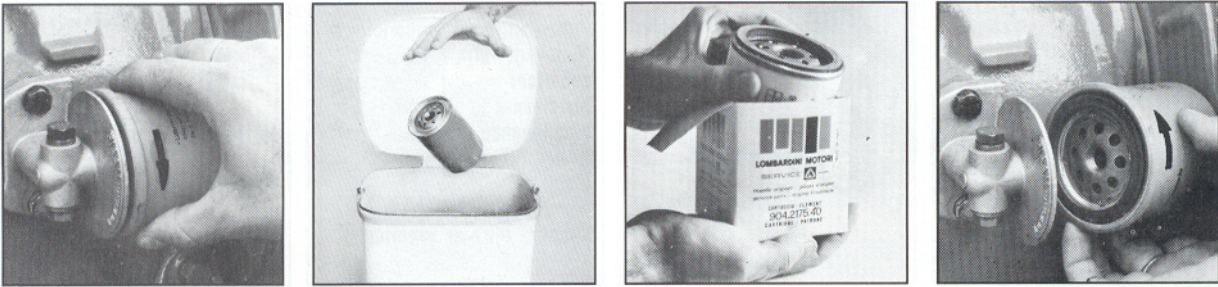

Рис. 23
9.3.4. Замена масляного фильтра (рис. 23).